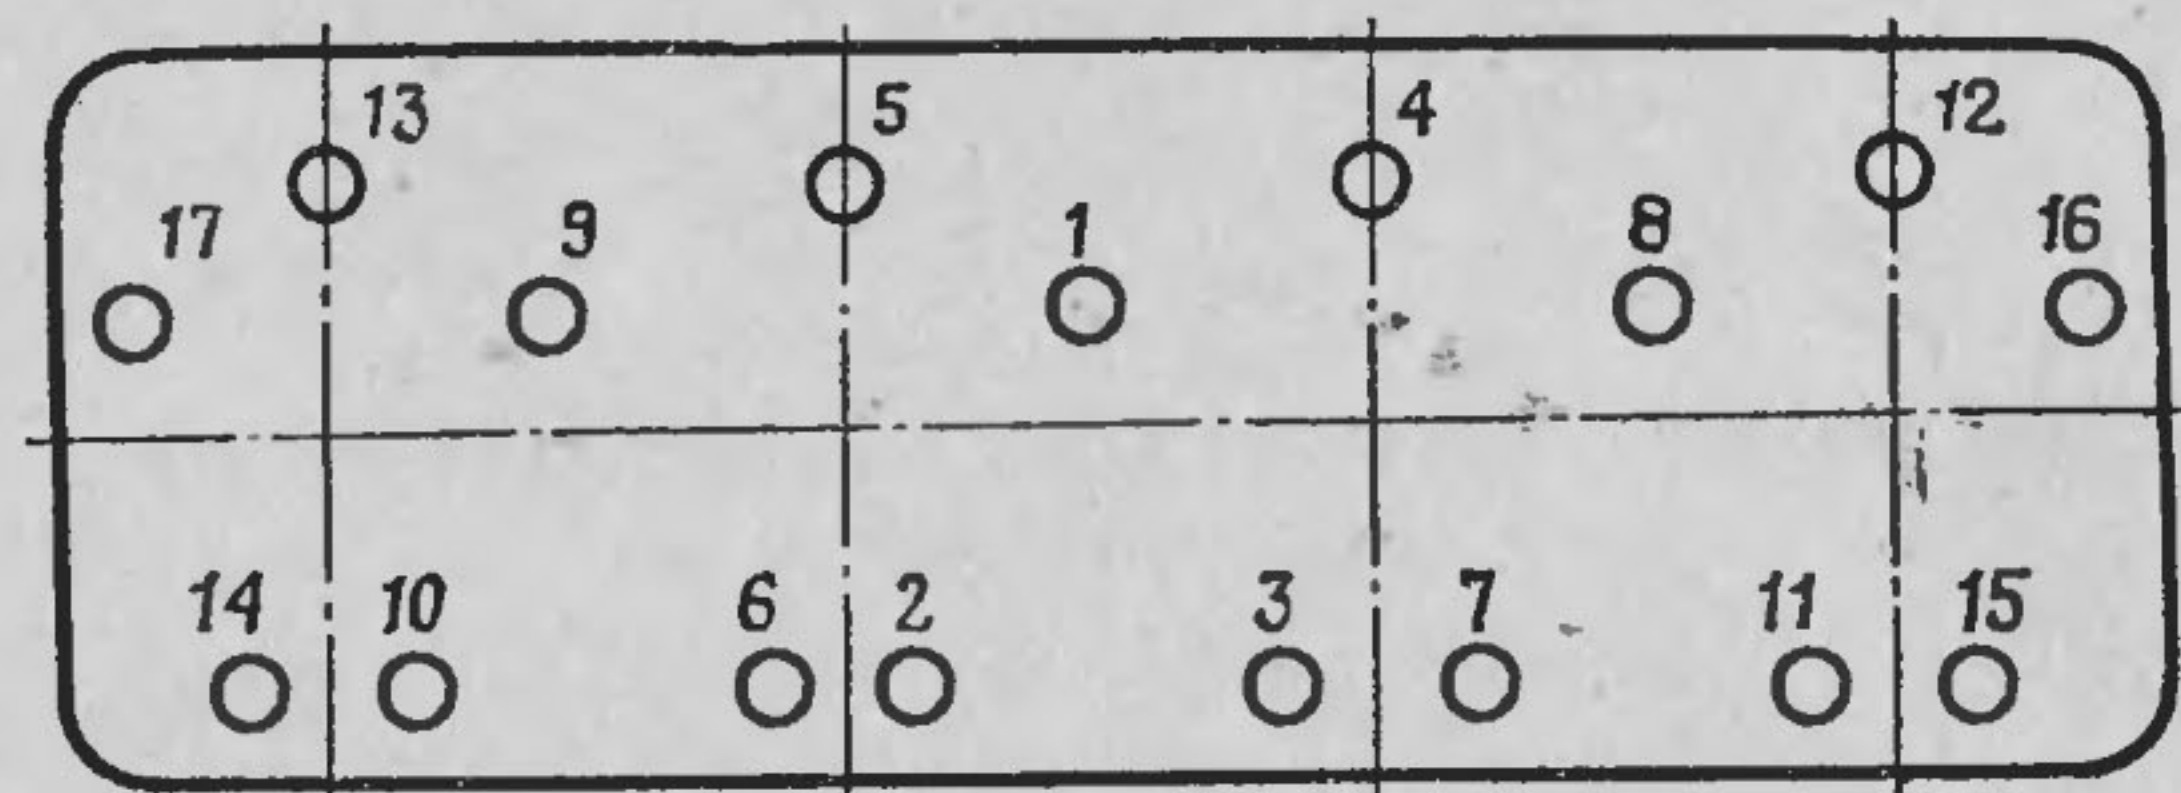

Рис. 9. Порядок затягивания болтов крепления головки блока цилиндров
6. На новом автомобиле при первом проведении ТО-1 проверить затяжку (рис. 9) болтов крепления головок блока, впускных и выпускных газопроводов. После этого болты крепления подтягивать (проверять) при ТО-2.